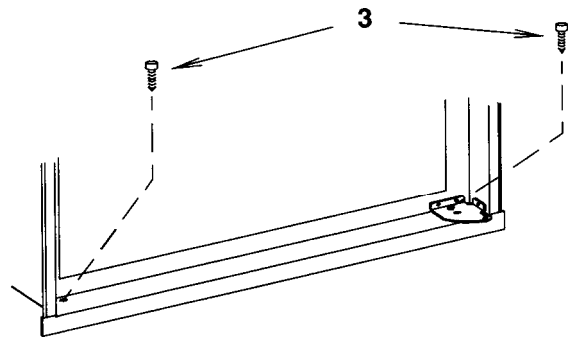

FIG. 4
2. När väl sockelfronten har skjutits in under gangleden, går det att vrida sockelfronten **på** plats, se fig. 4.
3. Fast kylskapet och sockelfronten med **två** skruv: En skruv genom gangleden, och på **motstående** sida en skruv genom sockelfronten. (Fig.4).